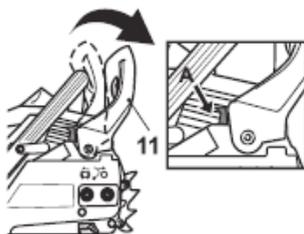

Fig.20
Le frein de chaîne en position engagée, la chaîne est arrêtée dès que le frein de chaîne est activé, (Fig. 20).
**Ne pas laisser la machine fonctionner à pleine vitesse avec le frein chaîne (11) en position engagée (Fig 20).**